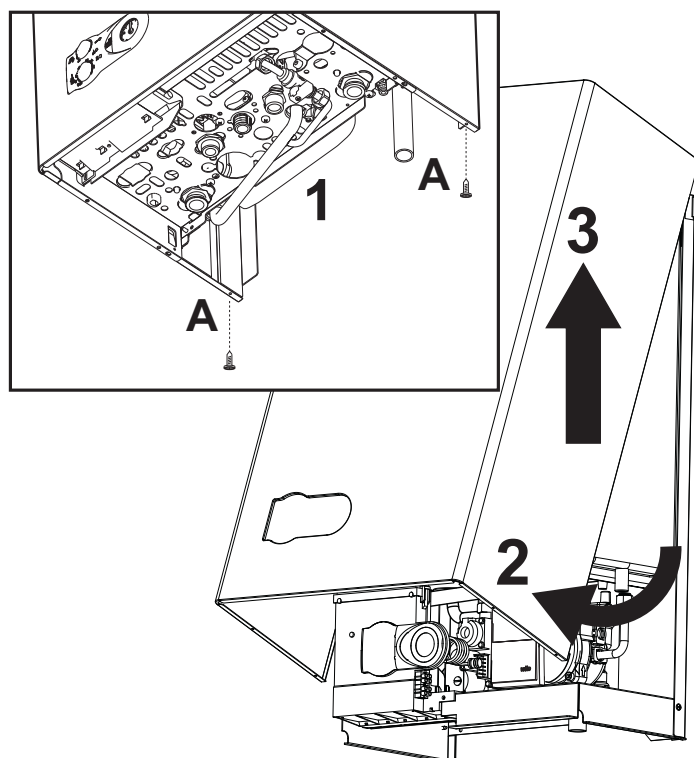

fig. 7 - Apertura de la carcasa
1. Desenrosque los tornillos A (fig. 7).
2. Gire la cubierta (fig. 7).